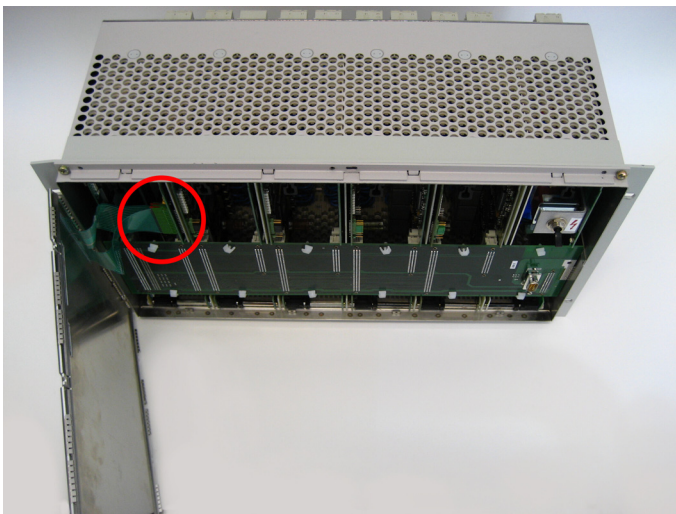

Bild 2-4 Anschluss Flachbandkabel
- Ziehen Sie die Steckverbinder der beiden Flachbandkabel vorsichtig von der CPU-Baugruppe ab und legen Sie die Frontplatte beiseite (siehe Bild 2-4).